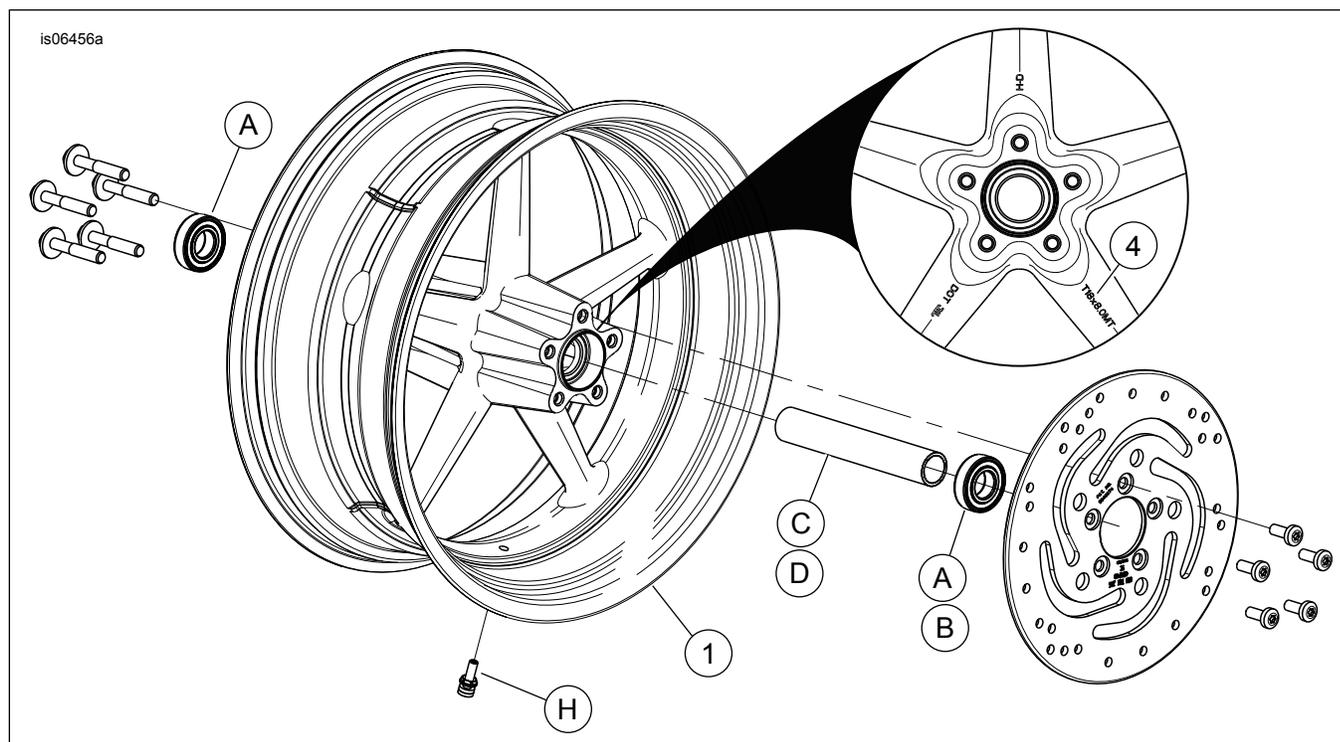

Figura 1. Parti di ricambio: Ruota posteriore Rocker
Questi kit comprendono solo le ruote Custom. Vedere Figura 1 e Tabella 2.
2. Vedere Figura 1. Installare un nuovo gruppo dello stelo della valvola (H) sulla ruota. Consultare il manuale di manutenzione.